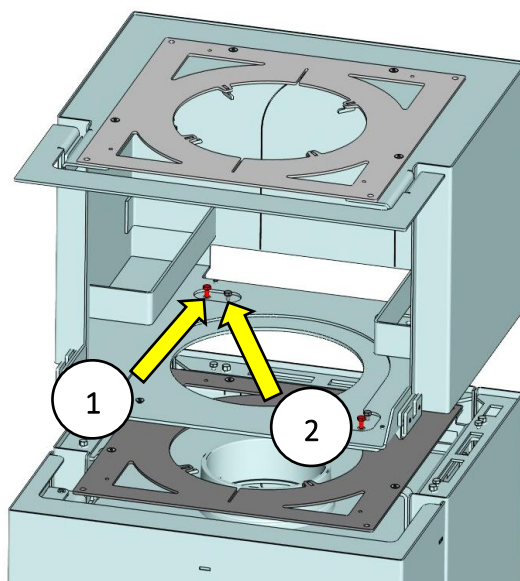

Fig. 8: Configuration du module de stockage de chaleur
2. **Retirez la façade avant** du module d'accumulation de chaleur en la soulevant vers le haut. Placez l'enveloppe du module d'accumulation sur le corps du poêle (voir Fig. 8) et fixez-la avec les quatre vis fournies (Fig. 8 Pos.1). Le
module d'accumulation peut être ajusté en hauteur à l'aide des vis internes (Fig. 8 Pos.2).